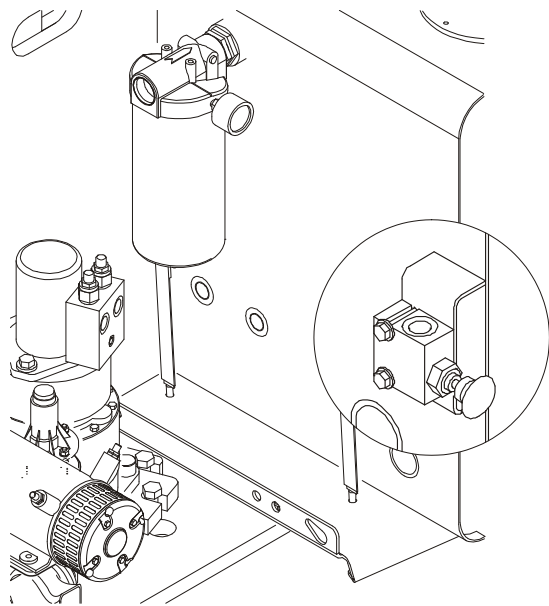

图 4-7. 重新调平阀
3. 拉出主控制阀旁边的红色调平旋钮，并且抓住不放。参考图 4-7。